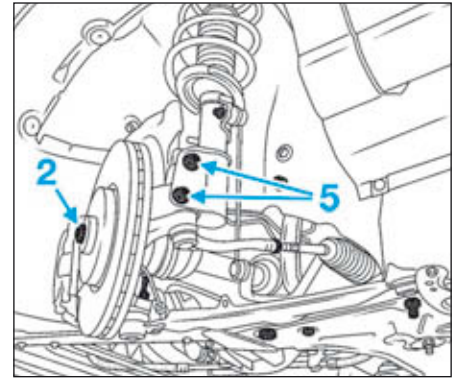

FIG.10
- Déposer l'écrou de transmission (2) (Fig.10).
- Déposer les boulons inférieurs de fixation (5) de l'élément de suspension (Fig.10).